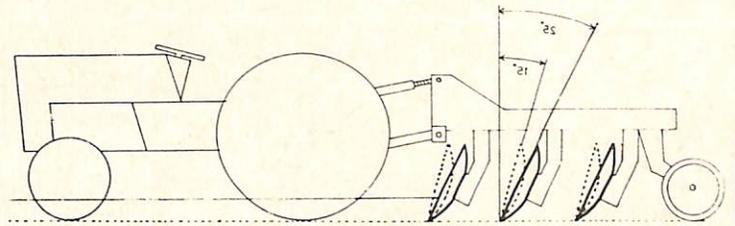

Fig. 16 - Regulagem do ângulo vertical
-Ângulo vertical (Fig. 16) - entre a borda cortante e uma linha vertical. Varia de 15 a 25°, sendo 18-20° o valor médio para a maioria das condições. Em solos muito duros, e em aração profunda, o ângulo vertical deve ser pequeno. Em solos macios e que se esboroam com facilidade, o ângulo vertical deve ser maior (disco mais deitado).